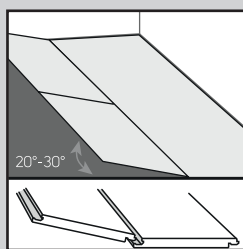
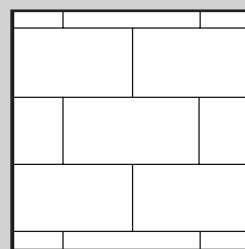
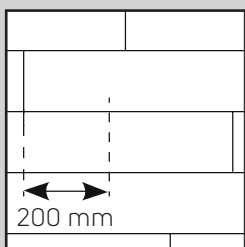

Fig. 3
Fig. 3a
Fig. 3b
4. Comience la segunda fila de manera que la lengüeta encaje en la hendidura, sujetando el tablón en ángulo (aproximadamente a 30°) y, a continuación, empuje con firmeza el tablón/baldosa hasta que encaje en la hendidura de la primera fila. Instale el siguiente tablón/baldosa de manera que la lengüeta y la hendidura hagan clic por el extremo corto. Acople la lengüeta y la hendidura del lateral largo introduciendo en ángulo los tablon/baldosas (Fig. 3). Las baldosas y los tablon/baldosas deben instalarse escalonados de manera que nunca coincidan cuatro esquinas. (Fig. 3a y Fig. 3b).